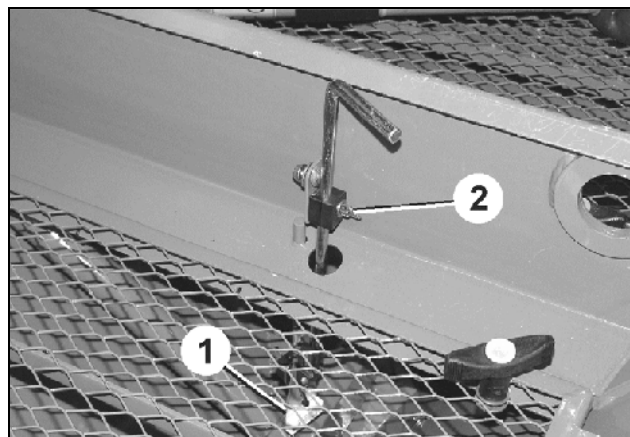

Fig. 108
1. Slăbiți piulița fluture (Fig. 108/2).
2. Reglați înălțimea senzorului de nivel (Fig. 108/1) în conformitate cu cantitatea reziduală de semințe dorită.